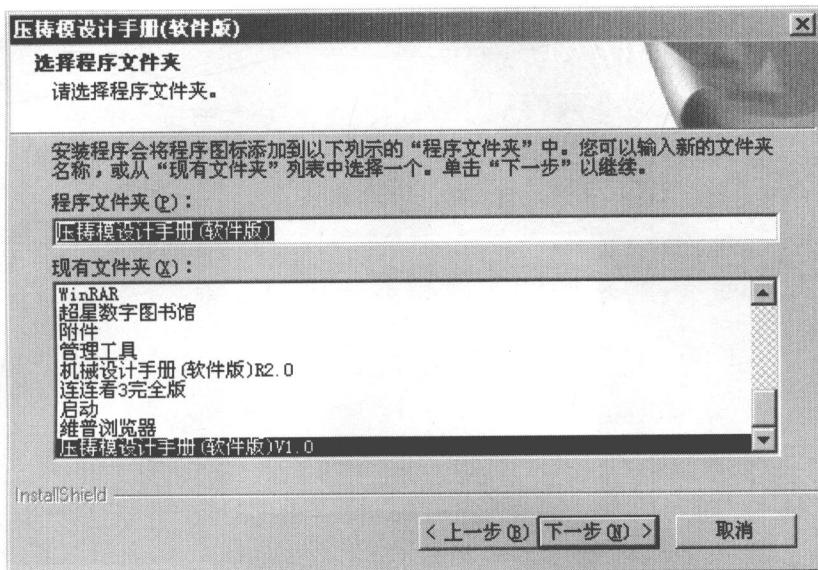

图 1-8 选择程序文件夹界面
(8) 单击“下一步”按钮，显示选择程序文件夹界面，如图 1-8 所示。您可以输入新的文件夹名，或从现有文件夹列表中选择一个。